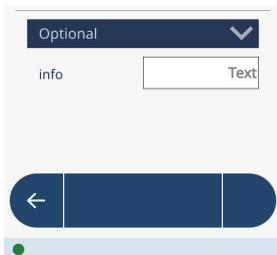

图 2-27 可选栏
2. 点击**Optional**（可选）栏，以显示**info**（信息）栏（参见第46页的图 2-27）。